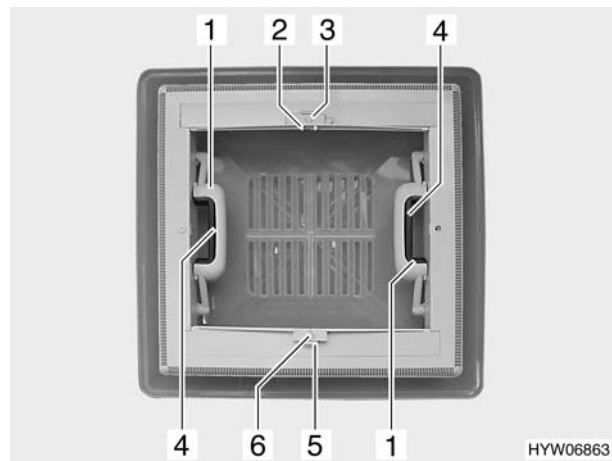

Bild 59 Dachlüfter mit Schnappverschluss
- Schnappverschluss (Bild 59,4) zur Innenseite des Dachlüfters drücken. Gleichzeitig mit dem Griff (Bild 59,1) den Dachlüfter nach oben drücken.
- Arretierung (Bild 59,5) zur Dachlüfteraußenseite drücken.
- Verdunklungsrollo am Griff (Bild 59,6) bis zum gegenüberliegenden Griff des Insektenschutzrollos (Bild 59,2) ziehen und einrasten lassen.
- Griff (Bild 59,2) zusammendrücken. Die Arretierung wird gelöst.
- Verdunklungsrollo am Griff (Bild 59,6) langsam zurückführen.
- Arretierung (Bild 59,3) zur Dachlüfteraußenseite drücken.
- Insektenschutzrollo am Griff (Bild 59,2) bis zum gegenüberliegenden Griff des Verdunklungsrollos (Bild 59,6) ziehen und einrasten lassen.
- Insektenschutzrollo am Griff (Bild 59,2) langsam zurückführen.